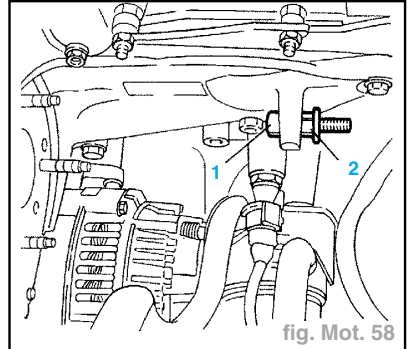

fig. Mot. 58
- vérifier le montage de la vis (1) et de la rondelle (2) sur le support de pompe (fig. Mot. 58),